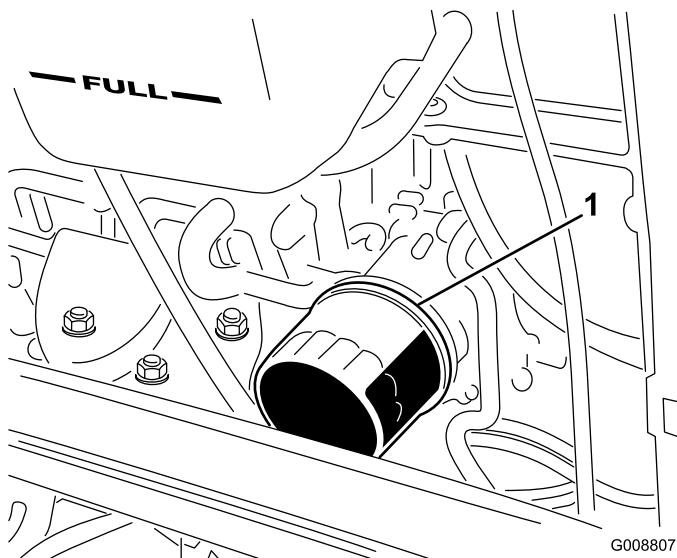

Figura 32
2. Retire el filtro de aceite (Figura 32).